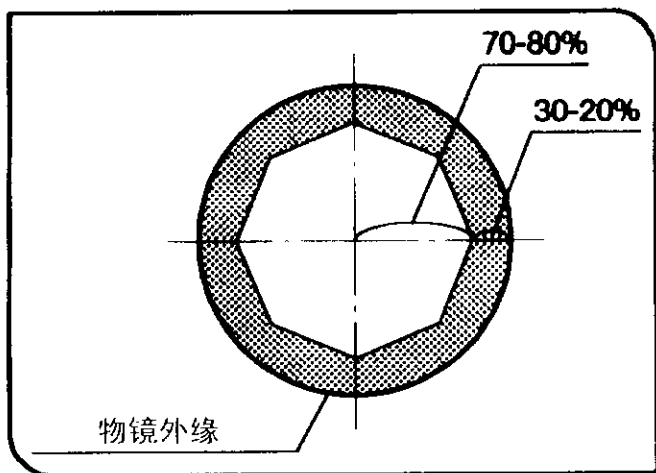

图 42
## (2) 使用孔径光阑 (图 42)
④ 在通常情况下，如果孔径光阑关小到与物镜的数值孔径相匹配时，就能充分发挥物镜潜在的分辨能力。
④ 根据样品不同，将孔径光阑关小一些，可以改善观察或显微照相时的图象反差或焦深。